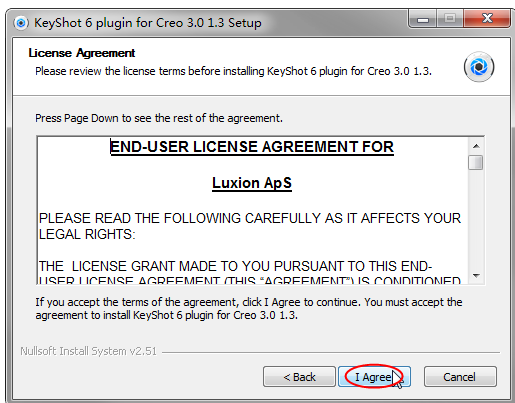

图 10-3 同意授权协议
- 03** 单击“Next”按钮，在随后打开的授权协议页面中单击“I Agree”按钮，进入下一安装步骤，如图 10-3 所示。